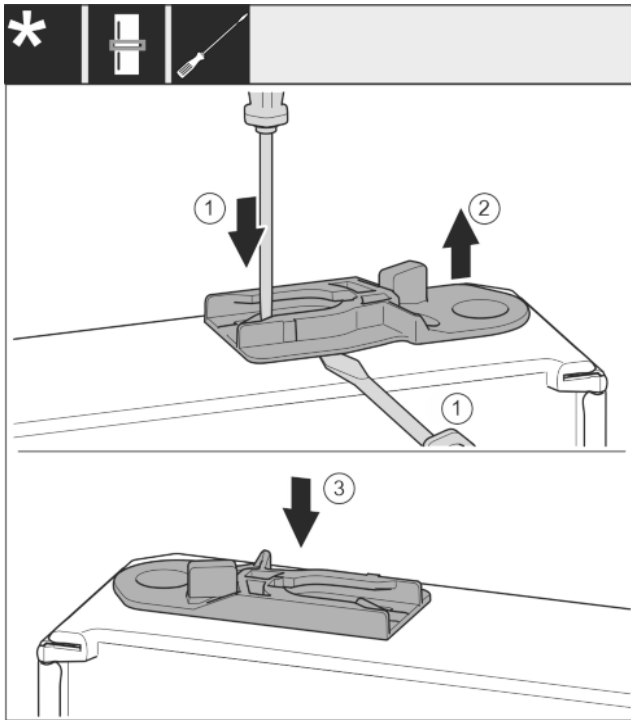

Fig. 29
- ▶ Scoateți bucșa de ghidare: Apăsați eclisa cu șurubelnița plată și deplasați concomitent cu șurubelnița plată sub bucșa de ghidare. Fig. 29 (1, 2)
- ▶ Împingeți bucșa de ghidaj atașată în pachetul de livrare pe altă parte a carcasei. Fig. 29 (3)